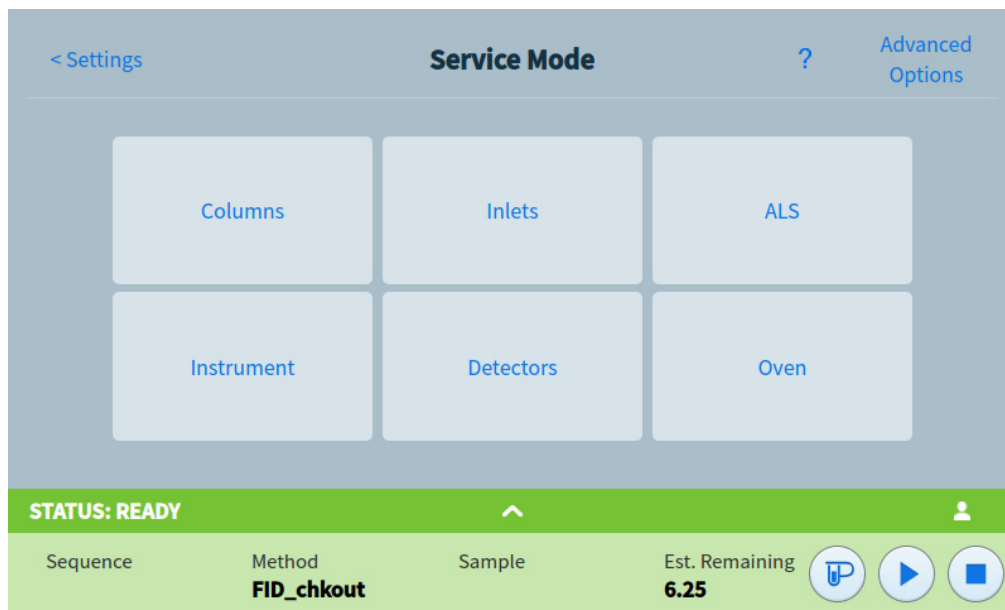

Figura 35 Página Service Mode
- 2 Pulse **Service Mode**. Se abrirá la página Service Mode. Consulte Figura 35.